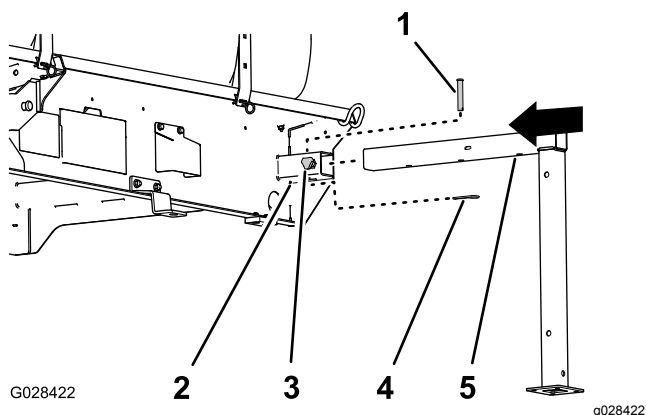

図 105
1. 前用のジャッキスタンドを、タンク前部のジャッキスタンド受けに合わせる 図 105。
2. ジャッキスタンドをスタンド受けに差し込み、スタンドの水平チューブの中央の穴をジャッキ受け上部の穴に整列させる 図 105。
4. ジャッキ受けにロックノブを取り付けて手締めする 図 105。